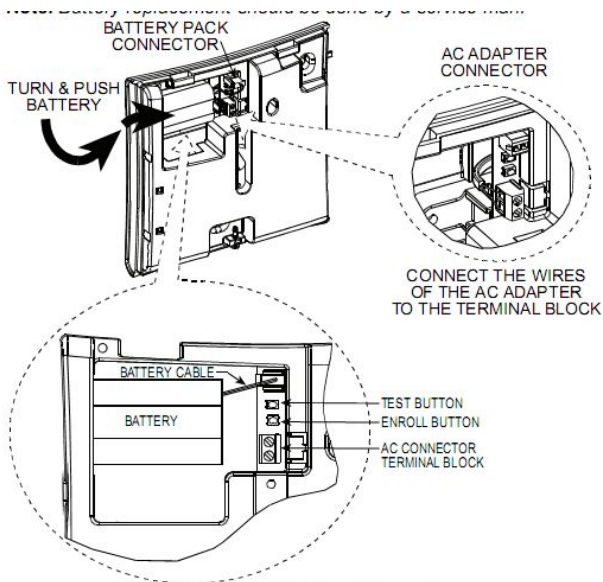

Figure 2 - Battery Pack Insertion
B. 按中继器的注册按钮并释放它（见图2），橘红色的灯会闪烁10秒。